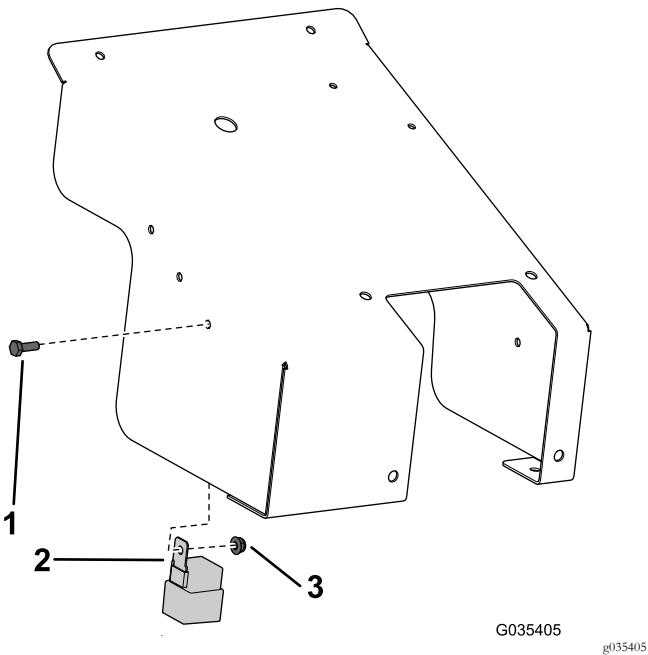

図 8
6. カバーの内側にリレーを取りつけるボルト $\frac{1}{4} \times \frac{3}{4}$ インチと、ナット $\frac{1}{4}$ インチを使用して図8のように取り付ける。